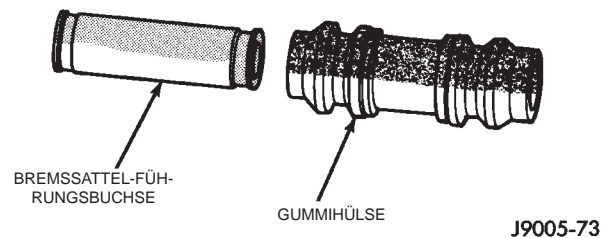

Abb. 50 Führungsbuchse für Bremssattel-Befestigungsschraube und Gummihülse
(7) Die Führungsbuchsen und Gummihülsen der Bremssattel-Befestigungsschrauben herausziehen (Abb. 50).